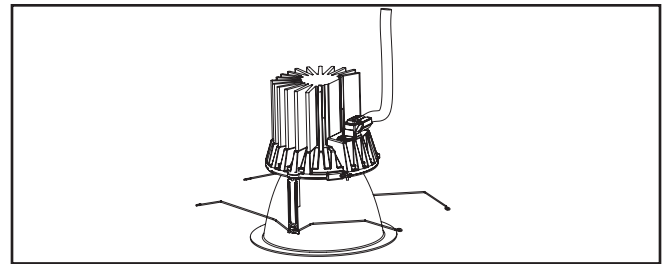

Figura 8.
9. Asegúrese de que el conector esté debidamente adherido. (Figura 8.).